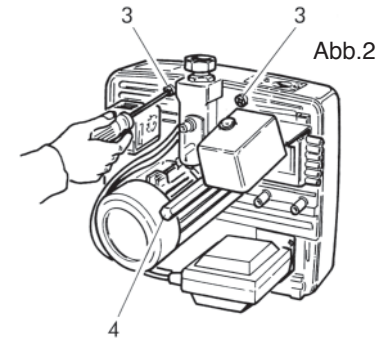

Abb.2
- Die Schrauben 3 und den Mittelbolzen 4 lösen (Abb.2).